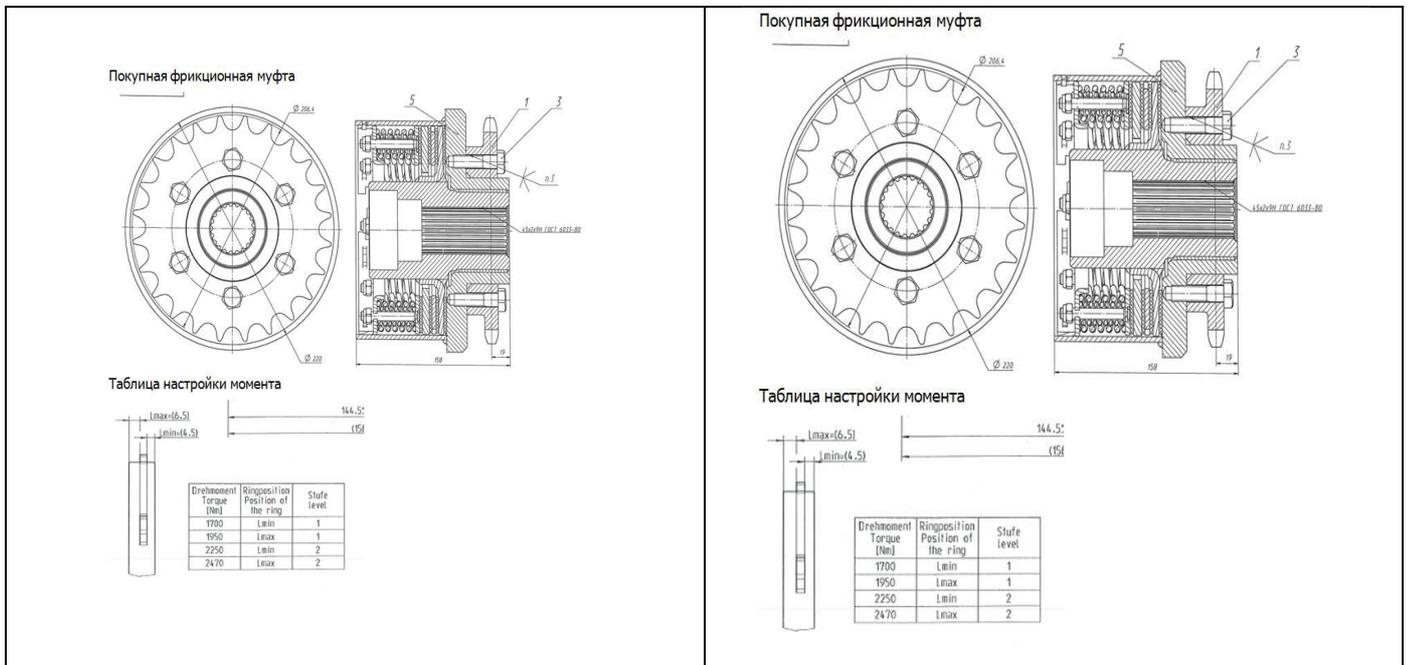

Рисунок 6.10
6.2.4.2 Если на подборщике установлена предохранительная фрикционная муфта с блоком пружин (рисунок 6.10), то требуемую величину момента устанавливают изменяя положение стопорного кольца (рисунок 6.11). Предварительно, для ослабления стопорного кольца, необходимо подтянуть гайки болтов. После установки кольца гайки отпустить.